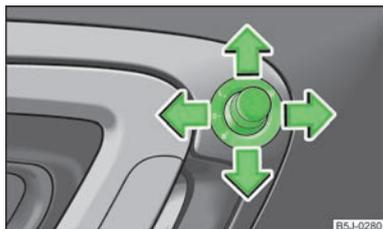

Fig. 32
- Portare la manopola in posizione **☀** » fig. 32 .